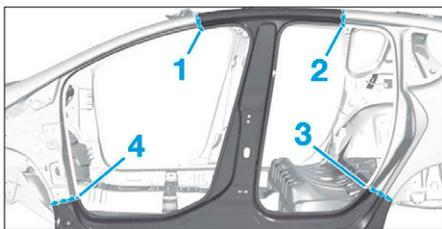

FIG. 72
- Tracer en (1), (2), (3) et (4) puis découper (Fig.72).